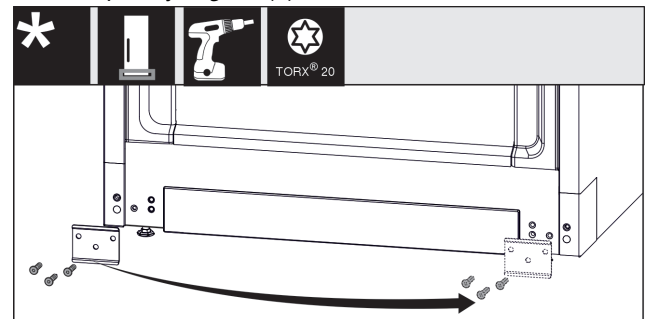

Fig. 24\*
- ▶ Відкрутити щиток, переставити на інший бік і знову накрутити.\* Fig. 24 (1)